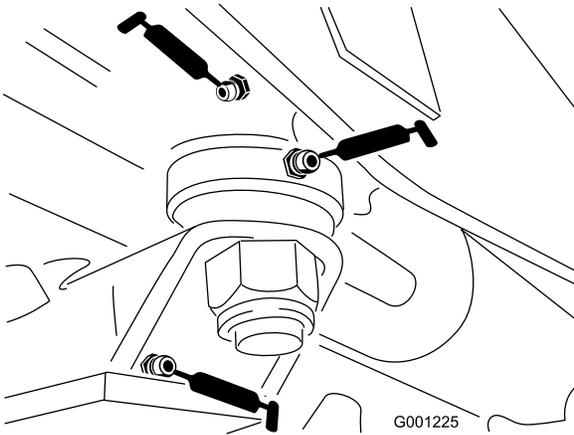

図 39
- ステアリングプレートのベアリング 図 39
- アクスルピンのブッシュ 図 39